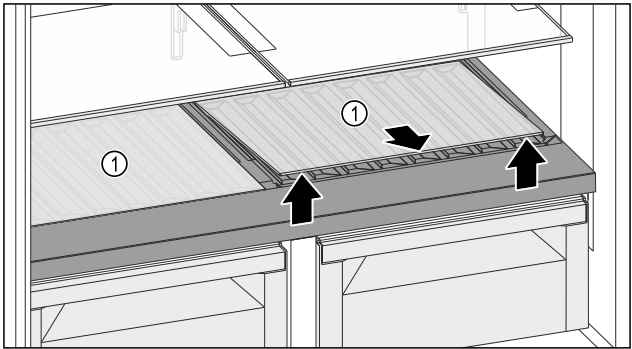

Fig. 130
- ▶ 抬起前部槽上的一块玻璃隔板或两块玻璃隔板 Fig. 130 (1) 并取出。
- ▶ 将玻璃隔板 Fig. 130 (1) 稳妥地放在冰箱外。